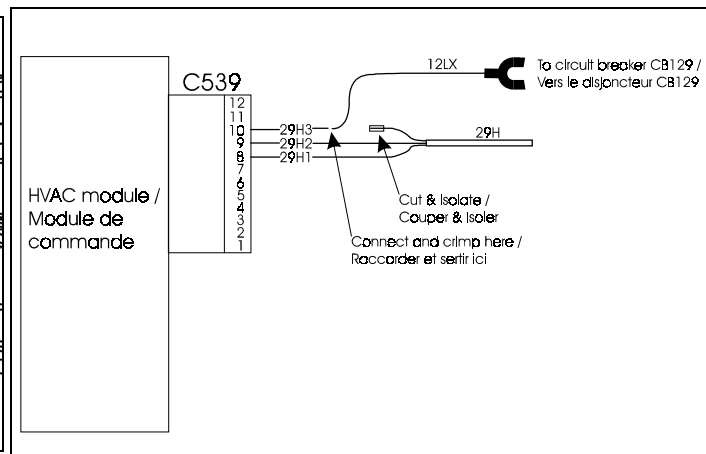

FIGURE 5 : INSTALLATION DU CÂBLAGE #065328 (12LX) 22206
11. Brancher le câblage #065328 (identifié 12LX) sur la borne supérieure du disjoncteur CB129 dans le compartiment de service avant et acheminer le câblage jusque derrière le tableau de bord (figure 5).
12. Localiser le conducteur 29H issue de la broche 10 du connecteur C539. Couper et raccorder l'extrémité venant du module de commande au fil 12LX. Isoler l'autre extrémité avec du ruban électrique ou une gaine thermorétractible (figure 5).